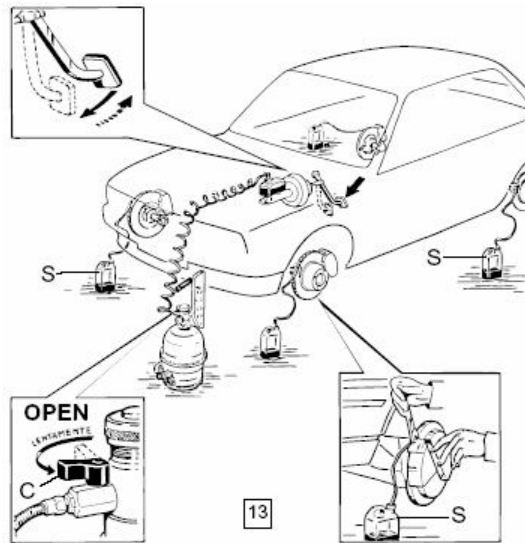
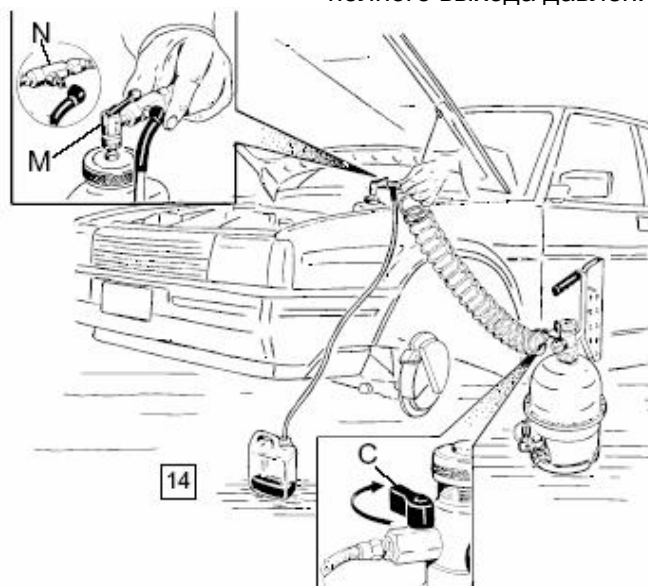

fig.10 ; (рис.10)
fig.11 (рис. 11)
- Установите два шланга и две канистры на штуцеры тормозных цилиндров (рис.10)
(fig.10)
- Open cock C slowly in order to prevent any risk of emulsion(fig.10).
- Медленно откройте кран С, чтобы предотвратить эмульсию (рис.10).
In any case during the bleeding, when the bleeder valves are still open, press the brake pedal rapidly 2-3 times, allowing it to return slowly(fig.10)
Then, close the valves and repeat the operation on the front wheels. When bleeding has been carried out, close cock C and before disconnecting connection M from the cap (fig.11), apply a recovery device S to valve N and press until completely discharging the residual 9 pressure of the system (fig.11)
Если тормозные колодки автомобиля были заменены, необходимо несколько раз нажать на педаль тормоза, до проведения процедуры прокачки/ замены ТЖ. В любом случае во время прокачки, когда спускные штуцера тормозной системы остаются открытыми, нажмите на педаль тормоза, быстро 2-3 раза, позволяя ей медленно вернуться в исходное положение (рис. 10), Затем закройте штуцера и повторите операцию на передних колесах. Когда заполнение уже проведено, закройте кран С и до отключение соединения М от крышки (рис. 11), подсоедините канистру S к клапану N и нажмите на него, до полного выхода давления из системы (рис. 11)